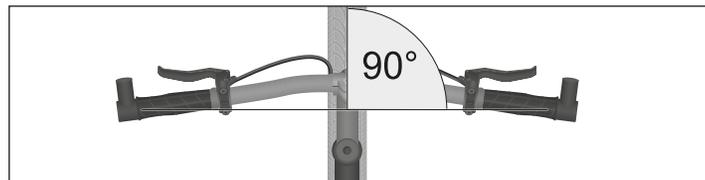

Abb.: W-1 Einstellung der Lenkerrichtung (exemplarisch).
1. Prüfen Sie, ob der Lenker rechtwinklig zum Vorderrad ausgerichtet ist (siehe *Abb.: W-1*).